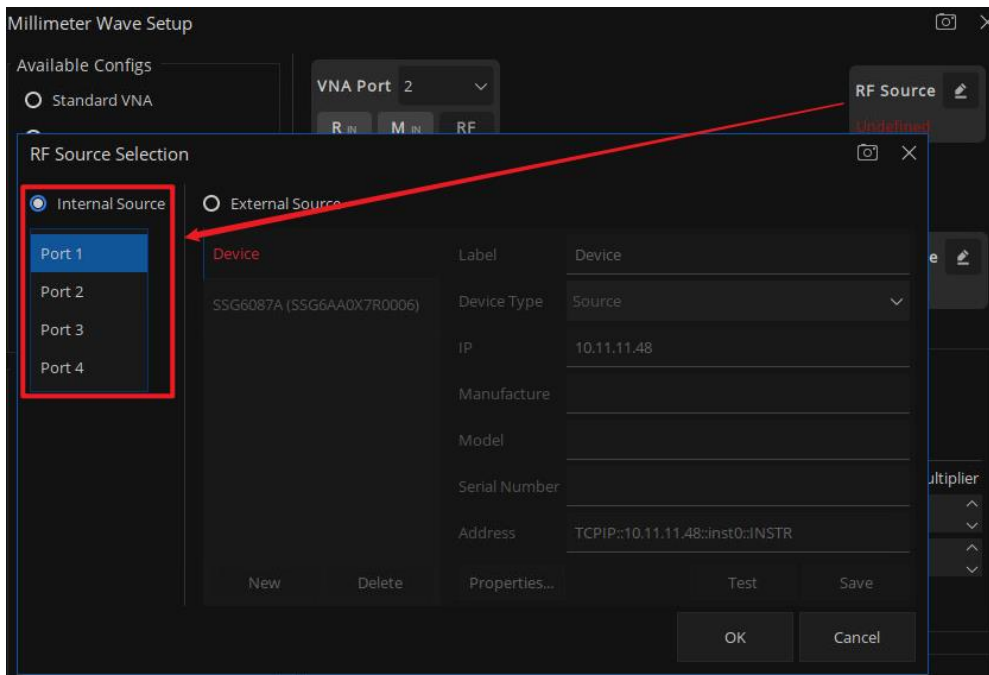
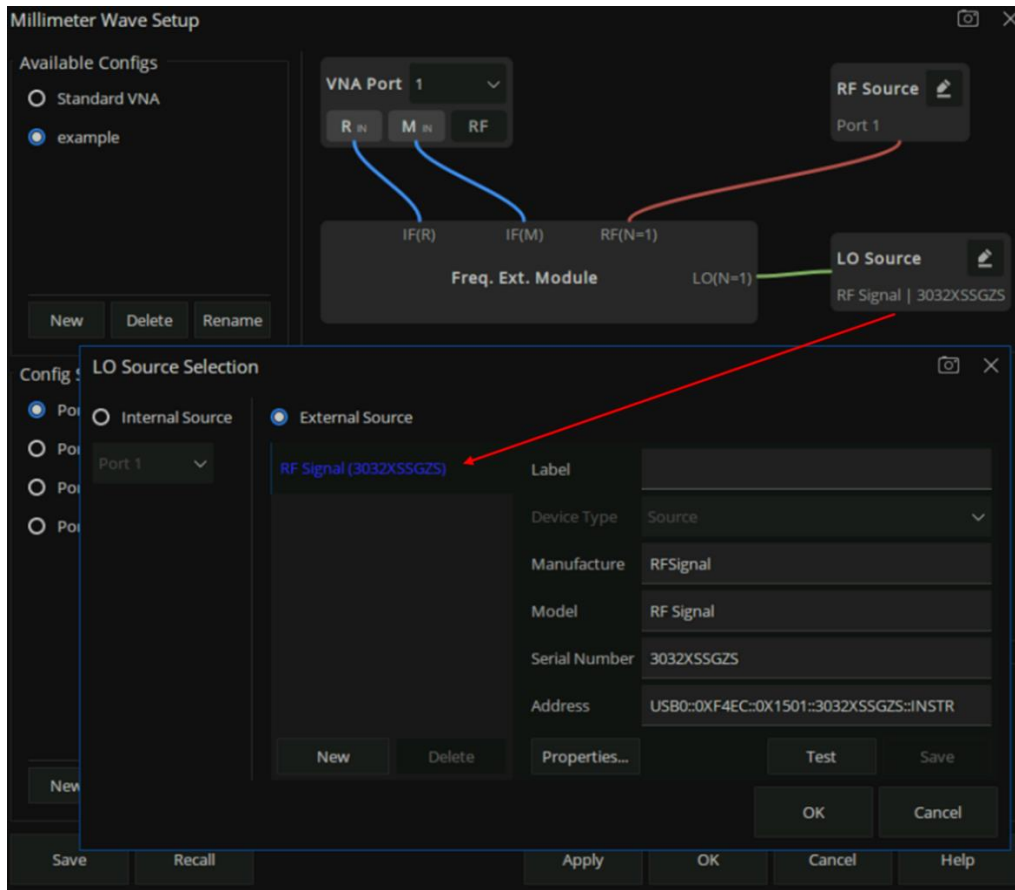

图 3-4 配置内部源
图 3-5 配置外部源
5. 配置扩频模块的射频输入和本振输入的连接关系。可以选择 VNA 内部源 (Internal Source) 的端口，如图 3-4 所示；或在连接 VNA 和外部源后，选择并配置外部源 (External Source)，如图 3-5 所示。建议扩频模块射频输入选用接收机对应的内部源端口，本振输入选择内部源或外部源。